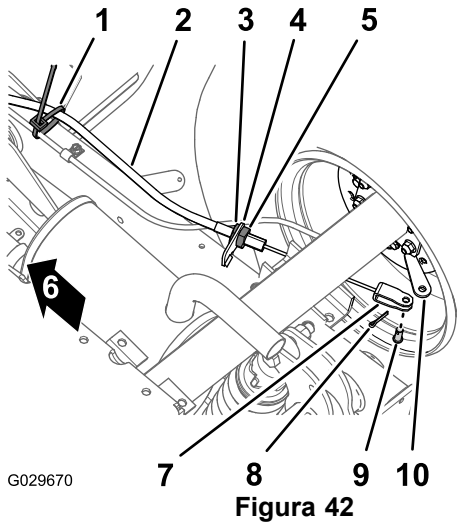

Figura 42
1. En la parte inferior de la máquina, retire la brida que sujeta el cable del freno de estacionamiento a la línea del freno de servicio (Figura 42).
2. Marque una raya de rotación en la contratuerca delantera del cable del freno de estacionamiento (Figura 42).
3. Afloje la contratuerca trasera y retire el cable del soporte del cable de freno (Figura 42).
4. Retire la chaveta y el pasador que sujetan la horquilla del cable del freno de estacionamiento a la palanca de activación del freno, y desconecte el cable de la palanca (Figura 42).
1. Lleve el ajustador roscado del cable de freno de estacionamiento hasta el soporte del cable del freno, y la horquilla hasta la palanca de activación del freno (Figura 42).
3. Alinee el ajustador roscado del cable del freno de estacionamiento con el soporte del cable de freno, y apriete la contratuerca trasera (Figura 42).